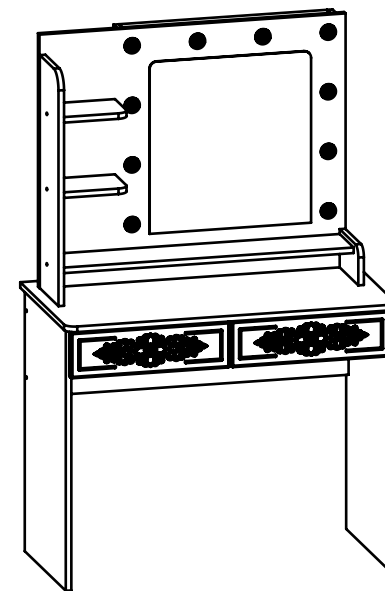

Рис.11
10. Установите заглушки конфирматов и минификсов. Установите ящики на направляющие стола (Рис. 11).